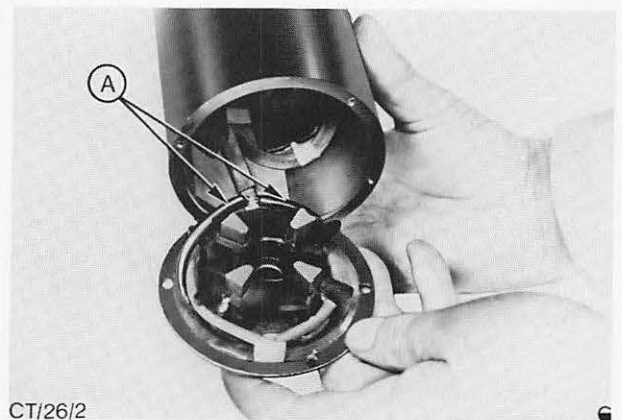

Abb. 17 Kollektorlagerschild so weit vom Gehäuse abheben, daß beide Bürsten der Feldwicklung freiliegen
2. Kunststoffabdeckung vom Ende der Ankerwelle entfernen. Vier Befestigungsschrauben des Kollektorlagerschildes entfernen und Schild vorsichtig vom Gehäuse abklopfen. Kollektorlagerschild so weit vom Gehäuse abheben, daß die beiden Bürsten der Feldwicklung ausgehängt werden können, Abb. 17.